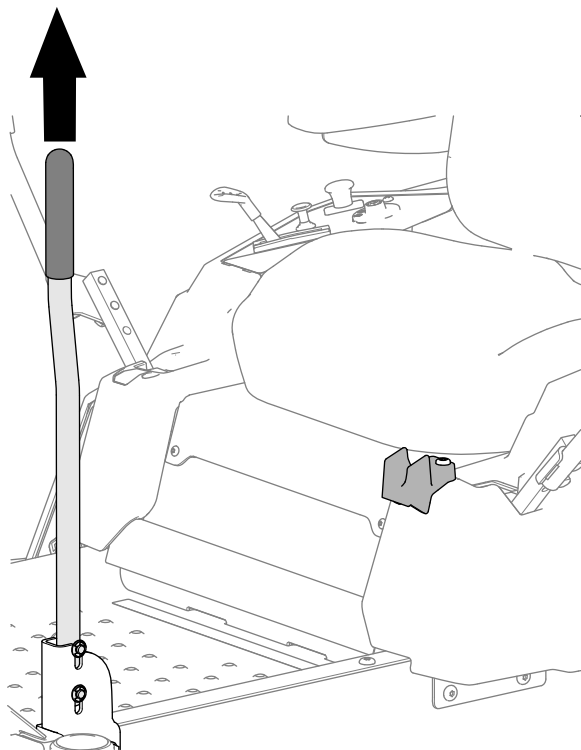

Figure 11
1. Levez la poignée de maintien comme montré à la Figure 11.